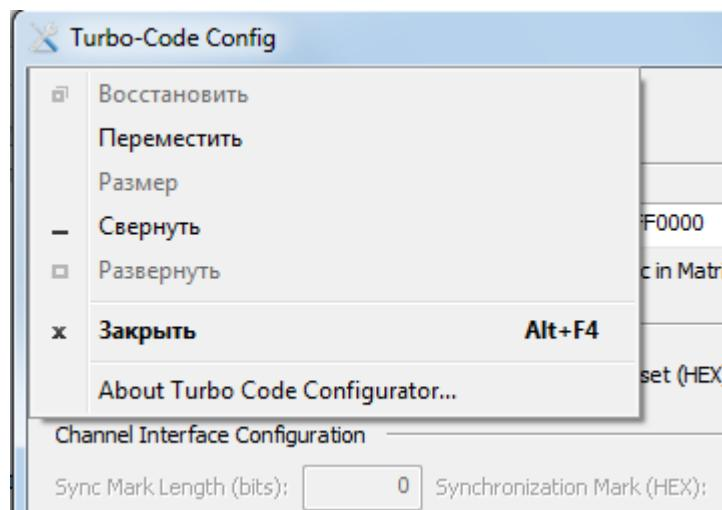

Рисунок 8.33 – Меню заголовка окна программы
Заголовок окна программы (1) содержит три стандартные кнопки управления: «Свернуть», «Развернуть» и «Закрыть». При нажатии на пиктограмму, расположенную в левой части заголовка окна выводится стандартное меню (рис. 8.33), в котором имеются следующие пункты: